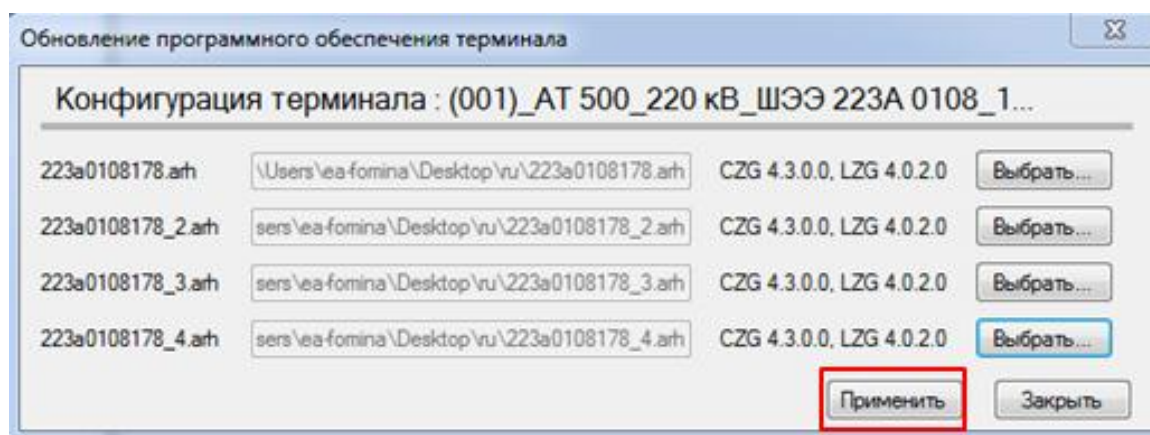
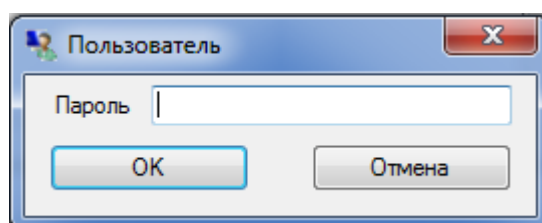

Рисунок 48 – Применить конфигурации
Рисунок 49 – Пароль
9.5.2 Нажать кнопку **Применить** (см. рисунок 48), ввести пароль **0100** (см. рисунок 49).